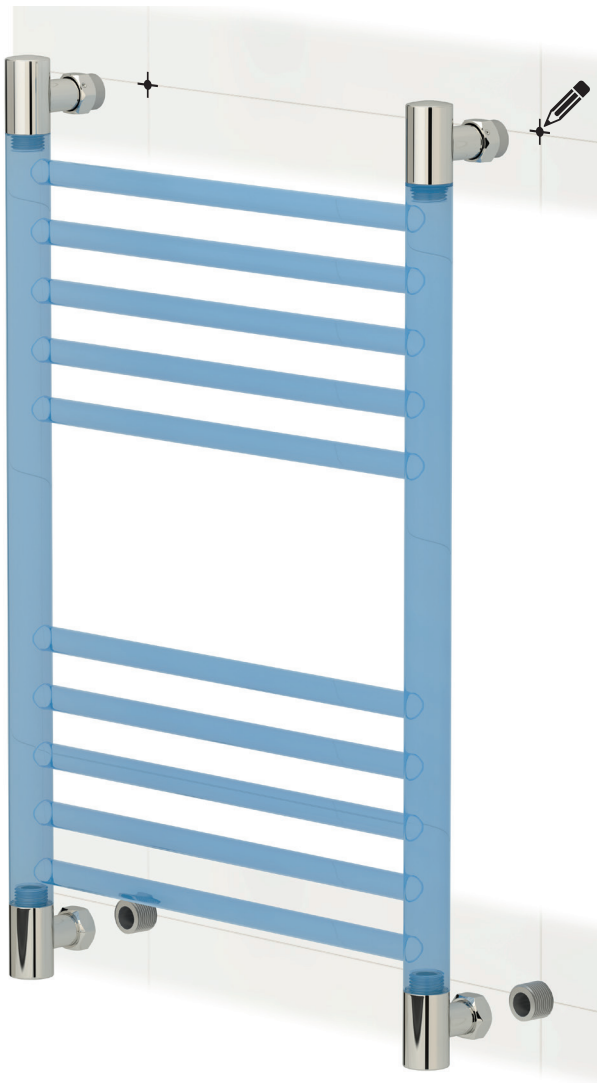

Рис. 4
2.2. Осуществите примерочный монтаж полотенцесушителя с целью разметки мест под крепления кронштейнов. Для этого накрутите гайки проходных углов на эксцентрики, состыкуйте глухие углы опорными частями со стеной и произведите разметку (рис. 4).